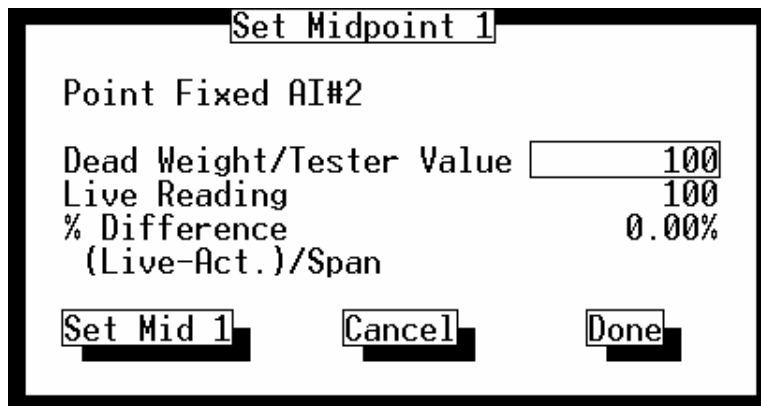

Figura 3-12. Ajuste de Ponto Médio1
- Se desejado, calibre Ponto Médio1 (tais como 25% de variação) para a Pressão Diferencial (somente orifício), Pressão Estática ou Temperatura. Entre **Peso Morto/Valor de Teste** (em unidades de engenharia) e pressione o botão **Ajuste de Ponto Médio1**. Observe a figura 3-12 e a Seção 3.3.4.3, Ajuste de Ponto Médio1 na página 3-16. Ou, utilize o botão **Feito** e proceda o passo 16.